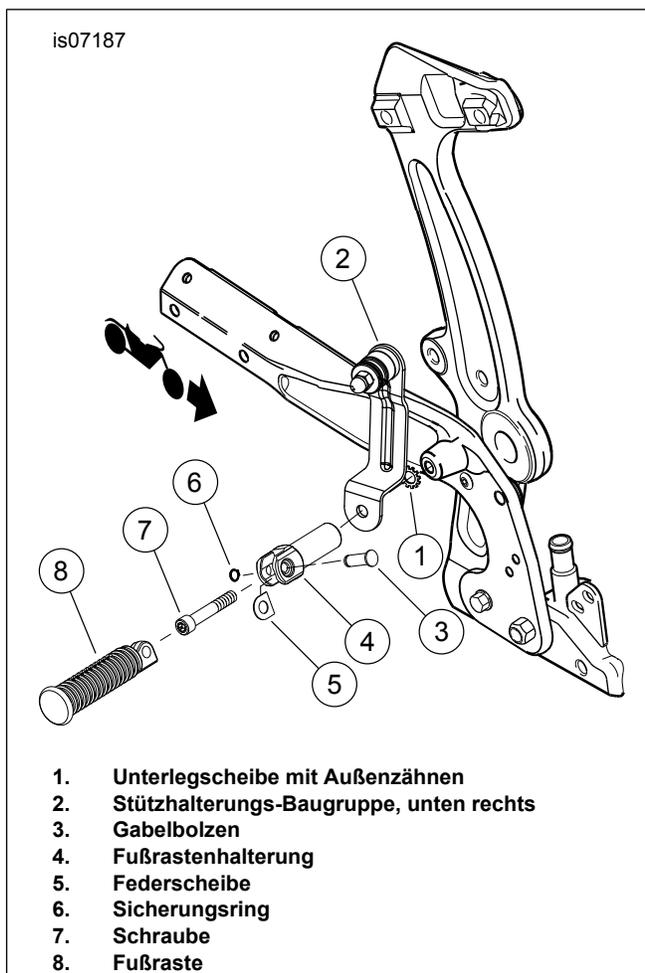
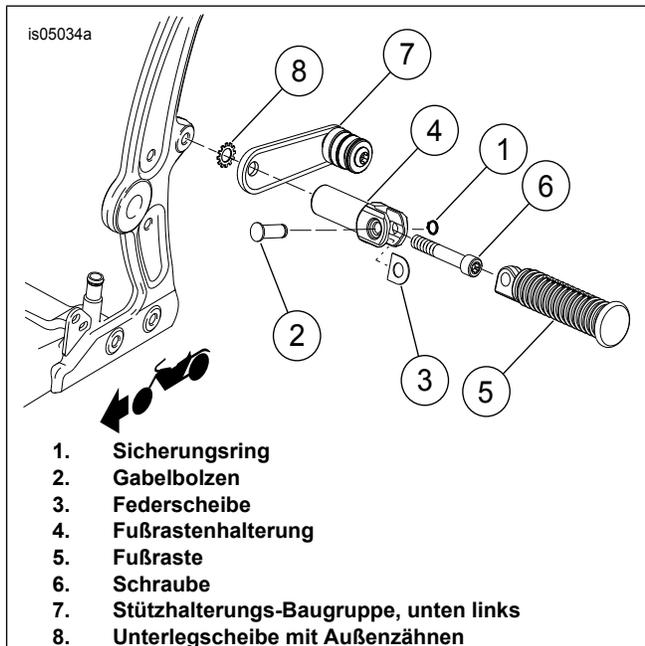

Abbildung 4. Stützhalterungs-Baugruppe, unten rechts
Abbildung 5. Stützhalterungs-Baugruppe, unten links
1. FXS-Modelle: Siehe Abbildung 4 oder Abbildung 5. Die Soziusfußraste (8), den Sicherungsring (6), Gabelbolzen (3) und die Federscheibe (5) an der rechten Motorradseite ausbauen.